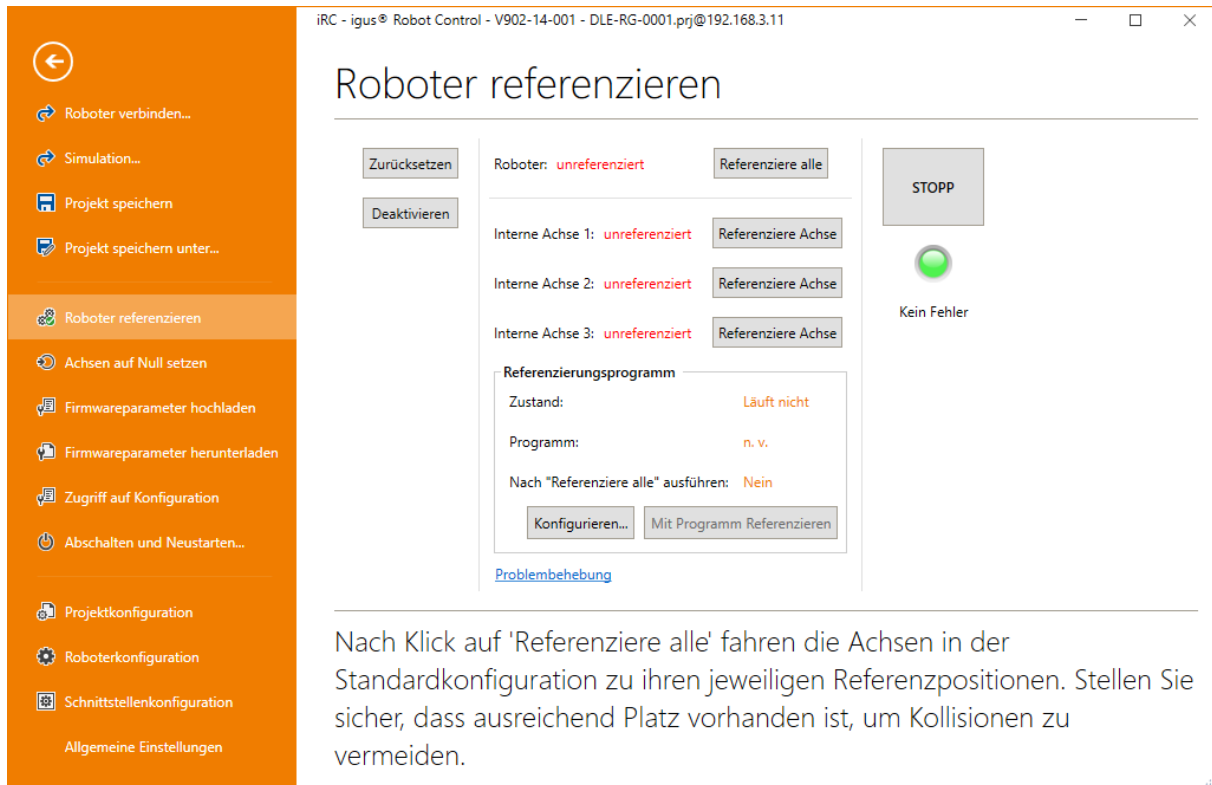

Abbildung 17: Referenzierung der Achsen.
4. Klicken Sie auf die Schaltflächen "Referenziere Achse", um mit der Referenzierung einer Achse zu beginnen, siehe Abb. 17. Mehrere Gelenke können die Referenzierung parallel durchführen.